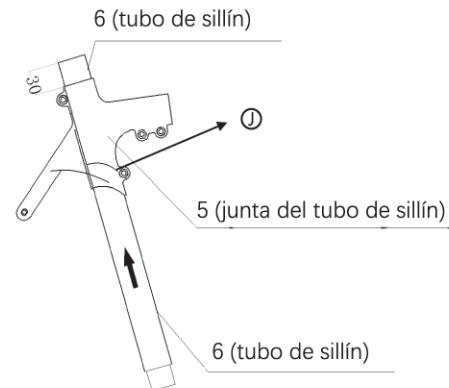

Figura 10-2.
c. Ajustar la altura de la pieza 6, a unos 30 mm por encima de la pieza 5, como se muestra en la Figura 10-2.